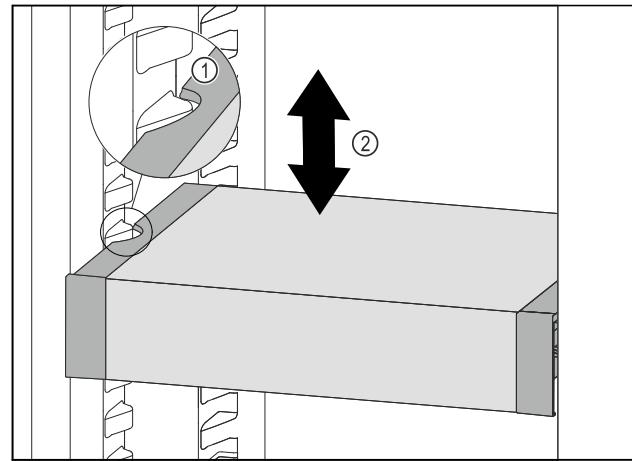

Fig. 111
- Trageți în față VarioSafe, până când degajările laterale ale VarioSafe se află la înălțimea nervurii recipientului din frigider. Fig. 111 (1)
- Mișcați în sus sau în jos VarioSafe în frigider, până când este atinsă înălțimea dorită. Fig. 111 (2)